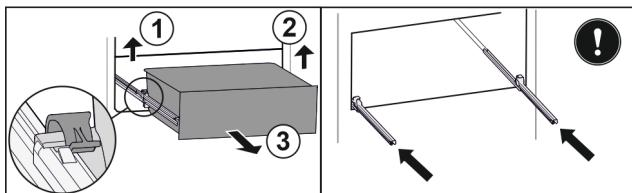

Fig. 38*
- ▶ Nadvihnite ľavú svorku a súčasne ťahajte zásuvku vľavo dopredu Fig. 38 (1).*
- ▶ Nadvihnite pravú svorku a súčasne ťahajte zásuvku vpravo dopredu Fig. 38 (2).*
- ▶ Odoberte zásuvku dopredu Fig. 38 (3).*